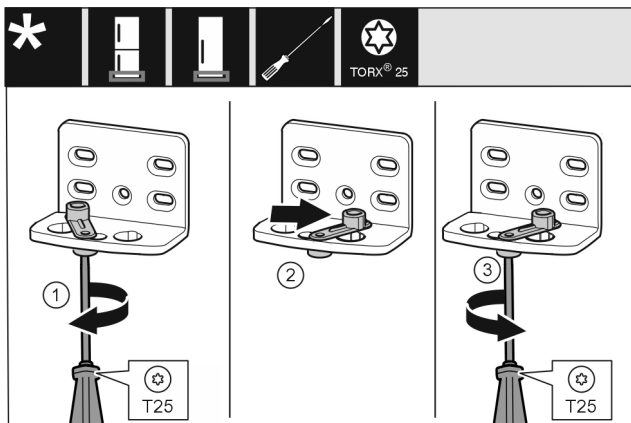

Fig. 26
- Schraube Fig. 26 (1) mit Schraubendreher lose schrauben.
- Türschließhilfe Fig. 26 (2) anheben und um 90° nach rechts in Bohrung drehen.
- Schraube Fig. 26 (3) mit Schraubendreher festschrauben.